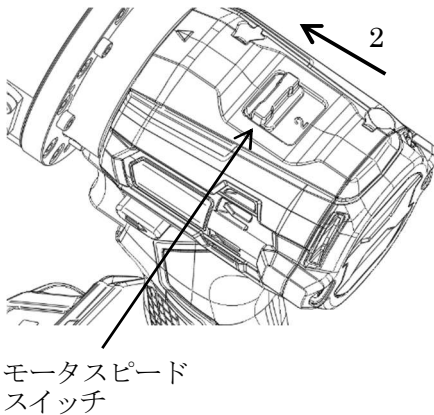

図 E-1
1. モータスピードスイッチは2の高速側で使用します。（図 E-1）